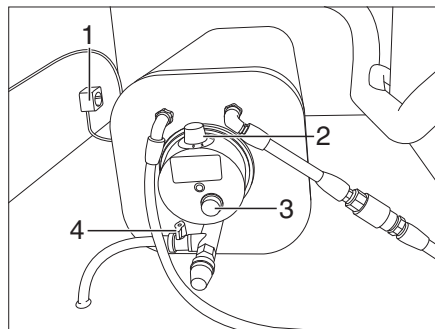

Fig. 177 Caldera
- Cerrar la válvula de vaciado roja (Fig. 177,4).
- Enchufar la caldera en la caja de enchufe de 230 V (Fig. 177,1).
- Encender la caldera (Fig. 177,2).
La luz de control roja (Fig. 177,3) en la caldera se enciende.
- Ajustar el termostato (Fig. 177,2) según datos del fabricante.
- Abrir la válvula de vaciado roja (Fig. 177,4).